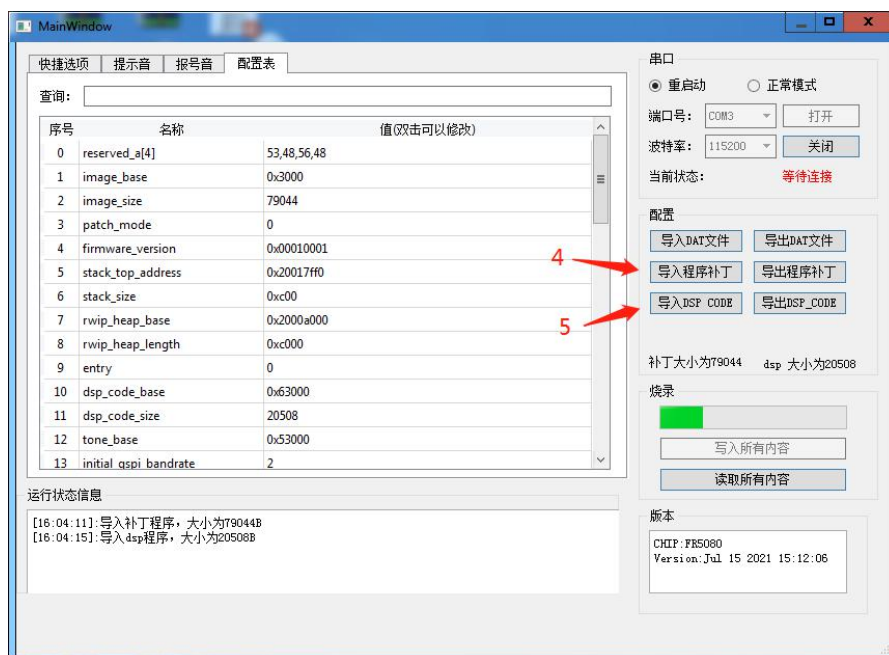

图 6.2
6.2 导入程序补丁和导入 DSP CODE 文件，如图 6.2